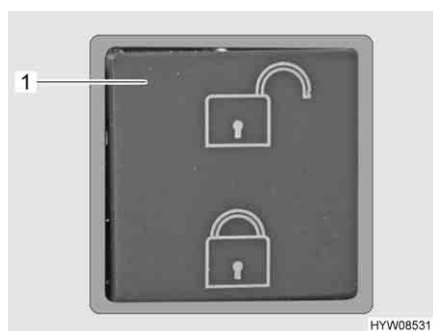

Fig. 71 Interruttore (chiusura centralizzata per cassetti)
- Premere la metà superiore del tasto (Fig. 71,1). I cassetti del blocco cucina sono sbloccati.
- Premere la metà inferiore del tasto (Fig. 71,1). I cassetti del blocco cucina sono bloccati.